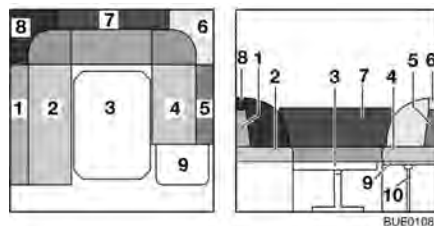

Fig. 90 Durante la trasformazione
- Inserire il puntello (Fig. 90,10) nell'alloggiamento della prolunga del cassone letto.
- Rimuovere i cuscini dello schienale (Fig. 90,1, 5, 6, 7 e 8) e riporli.